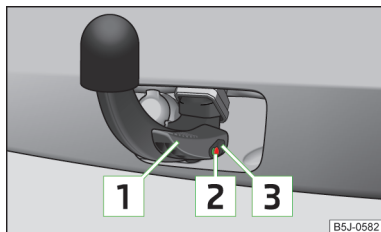

Abb. 108
- ✓ Der Hebel **1** befindet sich ganz oben » Abb. 108.